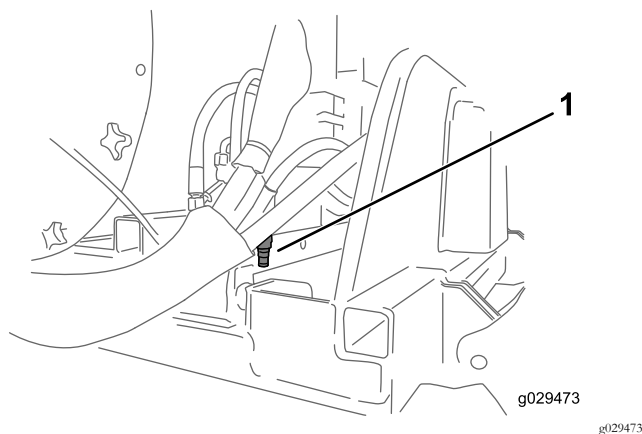

Figura 17
1. Retire a tampa da válvula (Figura 17).